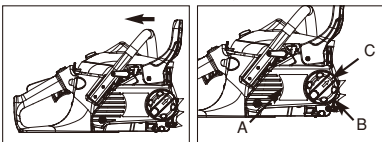

Bild. 3A
2. Versichern Sie sich, dass der KETTENBRUMMEN-Hebel in die AUSGEKUPPELT-Position zurückgezogen ist. (Bild 3A)
3. Lockern Sie den Knauf (C) leicht durch Drehen des Knaufes entgegen der Uhrzeigerichtung. Drehen Sie dann den Kettenspannungs-Ring (B) entgegen dem